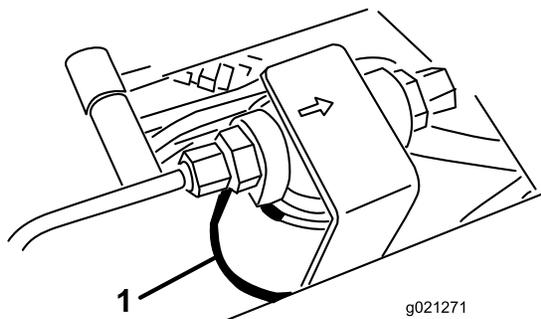
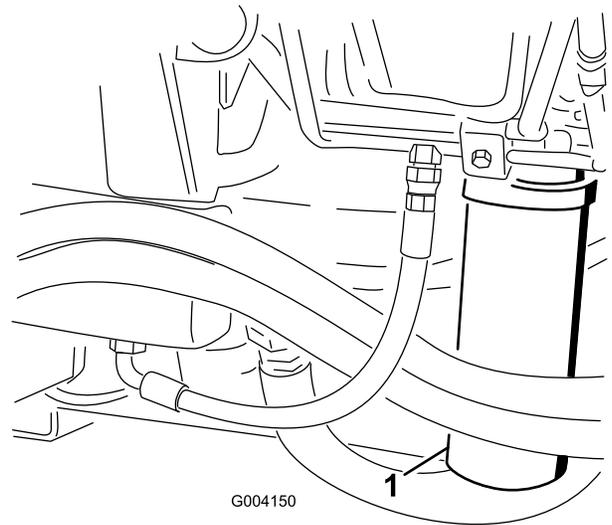

Figura 65
Figura 66
2. Limpie la zona alrededor de la zona de montaje del filtro y coloque un recipiente debajo del filtro (Figura 65 y Figura 66).